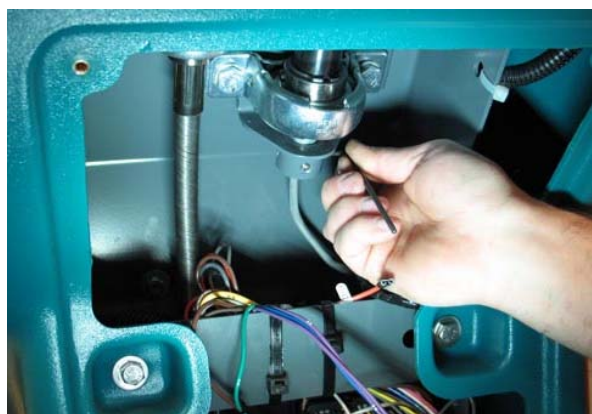

FIG. 6
7. Desserrez les vis de réglage du support intérieur de l'assemblage soudé de direction. (Figure 6)
8. Débranchez le faisceau de câbles principal de l'ensemble de panneau tactile de direction. (Figure 6/Figure 7)